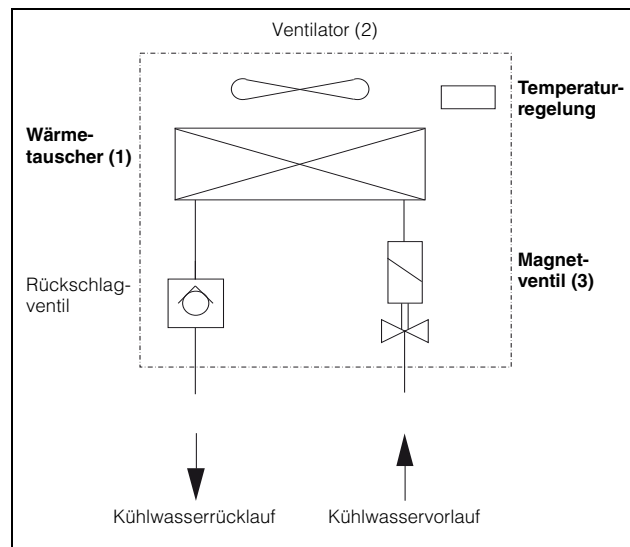

Abb. 2: Luft/Wasser-Wärmetauscher
Der Luft/Wasser-Wärmetauscher besteht aus den drei Hauptbestandteilen (vgl. Abb. 2): Wärmetauscherpaket (1), Ventilator (2) sowie dem Magnetventil (3), die durch Rohrleitungen miteinander verbunden sind.